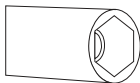

Figura 3
- 1. Utilice una herramienta con un cabezal especial para quitar e instalar la boquilla como se ve en la figura 3.